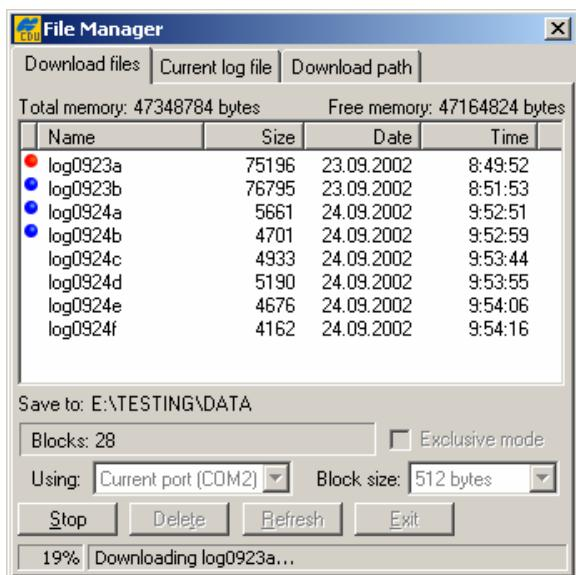

Рисунок 4-5. Загрузка файлов – индикаторы состояния
6. Щелкните на кнопке *Download* (Загрузить). В процессе загрузки состояние индикаторов отображается слева от файла см. рис. 4-5.